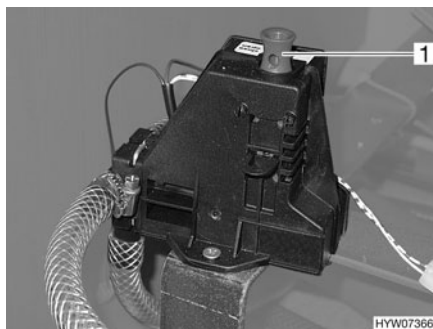

Fig. 170 Valve de sécurité et de vidange du chauffe-eau
Le chauffe-eau est équipé d'une valve de sécurité et de vidange (Fig. 170). La valve de sécurité et de vidange empêche que l'eau ne gèle dans le chauffe-eau lorsque le chauffage n'est pas allumé en cas de gel.
- Fermer la valve de sécurité et de vidange. Pour cela, tirer l'interrupteur à tirette (Fig. 170,1) vers le haut.
- Ouvrir la valve de sécurité et de vidange. Pousser l'interrupteur à tirette (Fig. 170,1) vers le bas. Le chauffe-eau est vidé à l'extérieur par le biais de la valve de sécurité et de vidange.